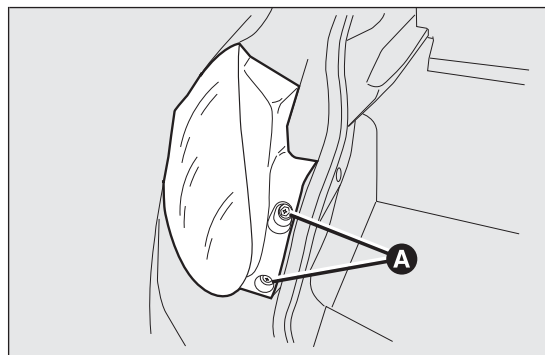

fig. 147
- ☐ abrir el maletero y aflojar los dos tornillos A fig. 147 de fijación del grupo óptico trasero;